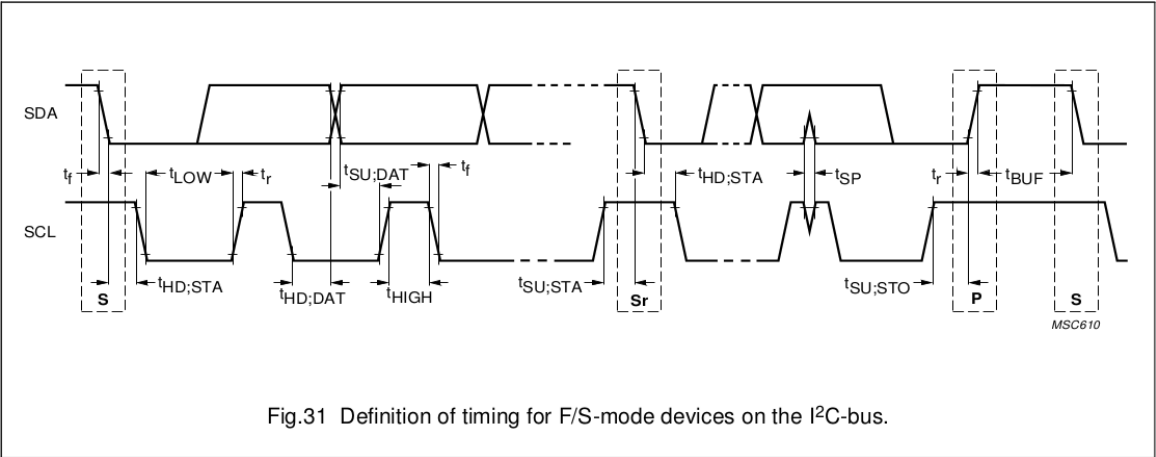

图 34.3-3. I2C 协议时序（引自 The I2C-bus specification Version 2.1 Fig.31）
- SCL 时钟控制器 SCL_FSM：用来产生满足 I2C 协议的 SCL 时钟。图 34.3-3 和表 34.3-1 是 I2C 协议的时序图和对应的参数表。